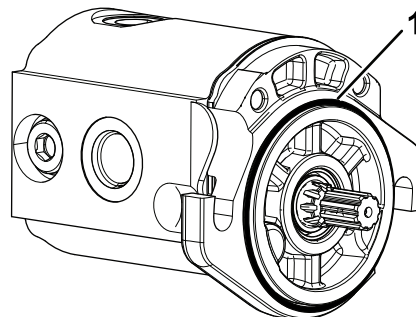

Figura 5
3. Montate l'o-ring sul motore dei cilindri (Figura 5).